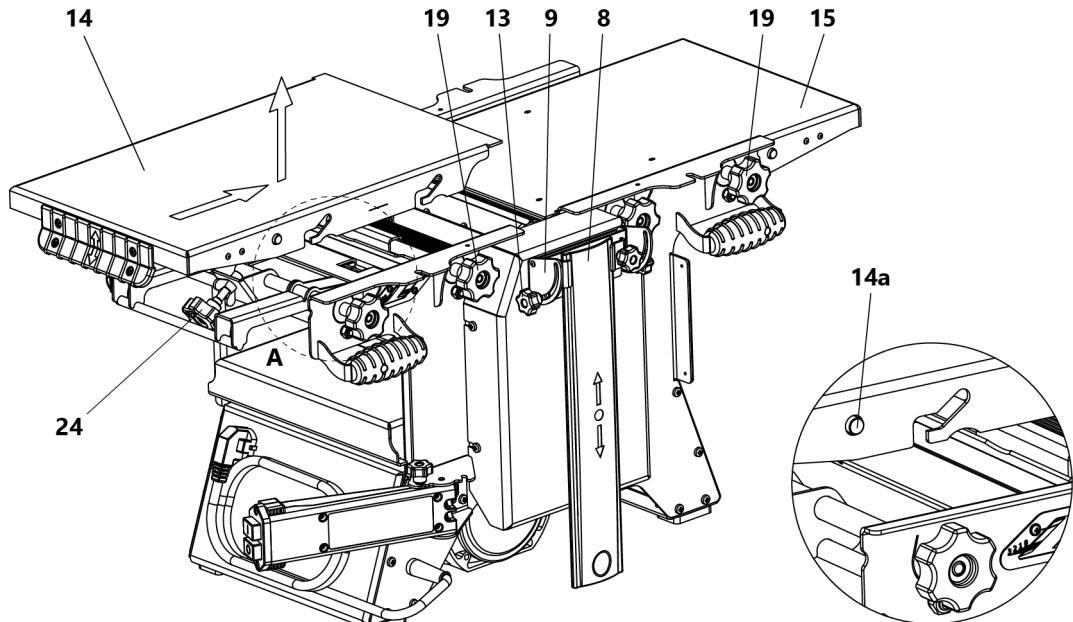

Рис. 6 Снятие приемного и загрузочного строгальных столов со станка
Для снятия приемного 14 и загрузочного 15 строгальных столов необходимо (рис. 6):
- снять приемный и загрузочный строгальные столы (рис. 6);